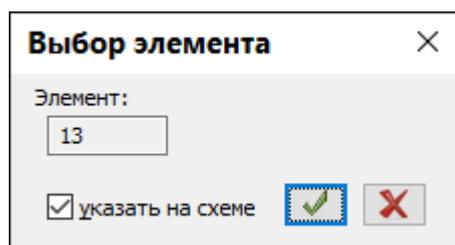

Рис.12.32. Диалоговое окно **Выбор элемента**
- При установленном флажке **указать на схеме** в диалоговом окне **Выбор элемента** (рис.12.32), укажите курсором на колонну № 13 (в диалоговом окне отобразится номер колонны).